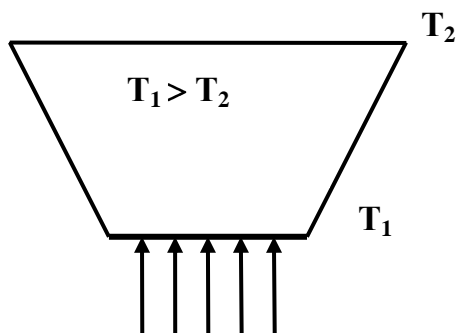

Рис. 83
2) Ячейки Бенара. Если слой жидкости сильно нагревать снизу, то при больших  $\Delta T$  градиент становится инверсным, т.к. жидкость внизу имеет меньшую плотность (тепловое расширение), чем вверху (рис. 83). Из-за сил тяжести и Архимеда такая система оказывается неустойчивой, т.к. «легкий» нижний слой и «тяжелый» верхний стремятся поменяться местами. Однако, вследствие вязкости, при малых  $\Delta T$  движение не возникает, и тепло передается только путем теплопроводности.